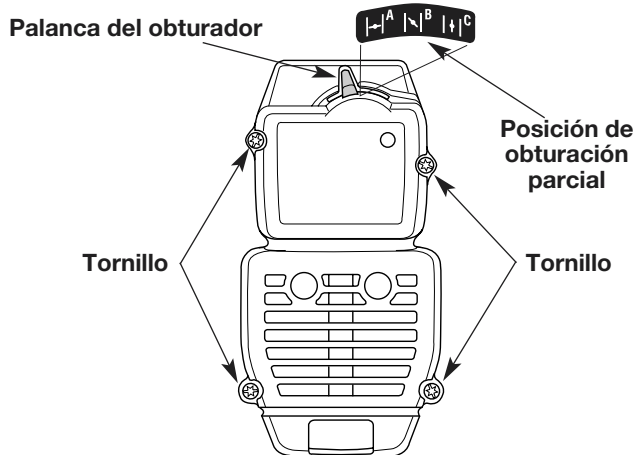

Fig. 23
1. Coloque la palanca del obturador en posición de obturación **PARCIAL (B)**.
2. Saque los cuatro (4) tornillos que sostienen la cubierta del silenciador / filtro de aire (Fig. 23). Use un destornillador de vástago plano o de broca Torx N° T20.
NOTA: La palanca del obturador debe estar en posición de obturación **PARCIAL (B)** (Fig. 23) para instalar la cubierta del silenciador / filtro de aire.
2. Inserte los cuatro (4) tornillos en los orificios de la cubierta del silenciador / filtro de aire y ajústelos.